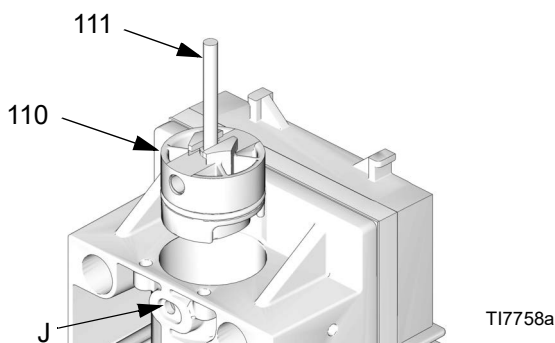

ABB. 10. Ausbau der Kolbenanschläge
3. Siehe ABB. 10. Ziehen Sie die Rückhaltestifte (111) aus ihren Löchern (J) heraus. Drehen Sie die Stifte um, und schieben Sie die Köpfe in die Schlitze auf den Anschlägen der Kolben (110). Ziehen Sie die Kolbenanschläge an den Stiften heraus.